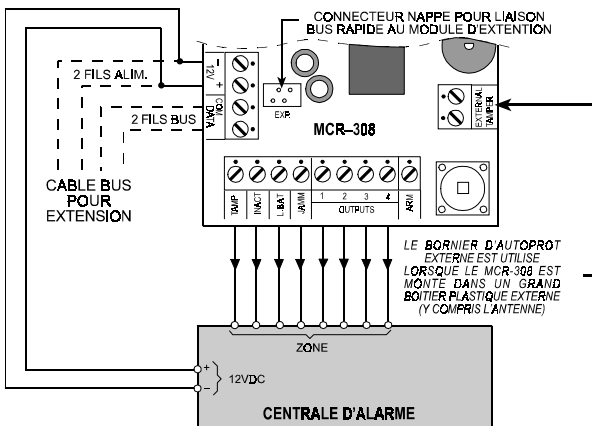

Figure 5. Raccordement du MCR-308
4.3 Raccordement (Figures 5 et 6)